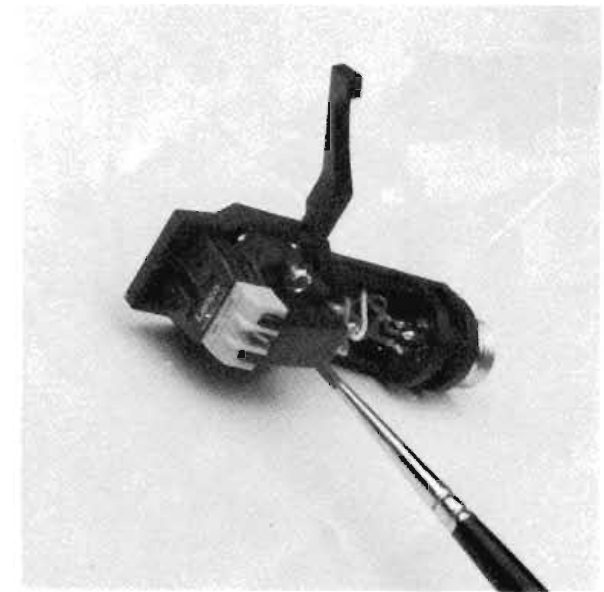

Fig. 19
Säubern Sie von Zeit zu Zeit die Nadel mit einem kleinen Pinsel. Streichen Sie dabei stets nur von der Hinterkante nach vorne (Bild 19), da sonst die empfindliche Nadel beschädigt werden kann. Lassen Sie die Nadel nach ungefähr einem Jahr von einem Fachmann mit dem Mikroskop untersuchen.
Clean the stylus from time to time with a small brush, always brushing from back to front (fig. 19); otherwise the sensitive stylus could be damaged. Have the stylus microscopically examined by an expert after about a year. For this, remove the headshell (15) (refer to page 15). A worn stylus causes distorted reproduction and damages valuable records.